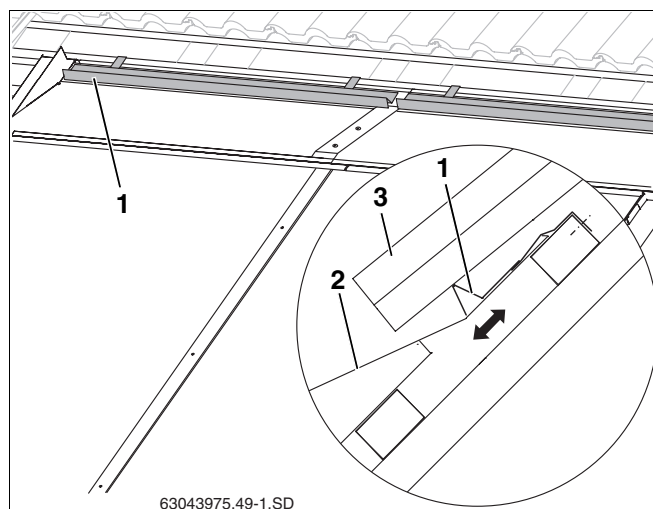

Рис. 61 Укладка и крепление опор для черепицы
- как можно дальше перекрыть накладной лист (рис. 61, **поз. 2**), при этом не касаясь его и
- Установить опору (рис. 61, **поз. 1**) в нужном положении и прикрепить к обрешетке.
- Положить обрезанные черепицы (рис. 61, **поз. 3**).